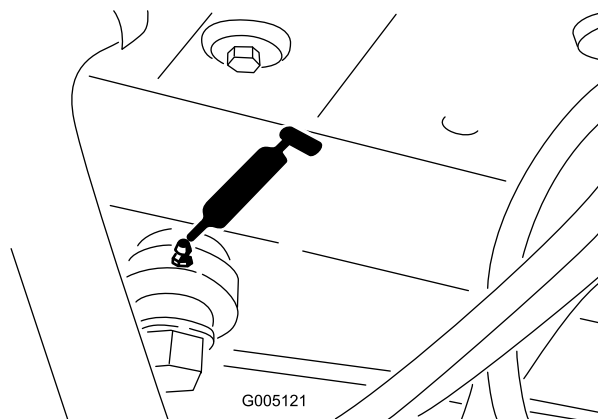

Figura 42
- Cilindro de la dirección asistida (Figura 42)